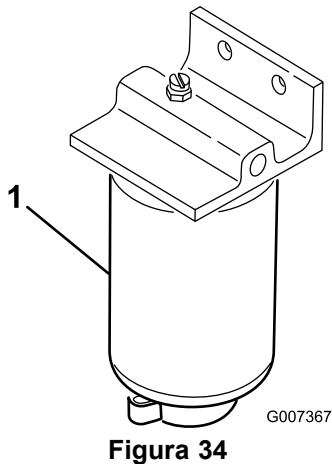

Figura 34
1. Coloque un recipiente limpio debajo del filtro de combustible(Figura 34).